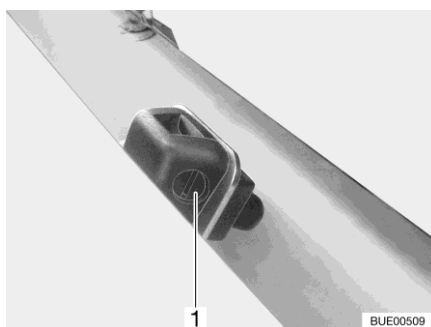

Fig. 43 Gicleurs lave-glace
- Avec un tournevis adéquat, tourner la vis de réglage (Fig. 43,1), jusqu'à obtenir la position souhaitée.